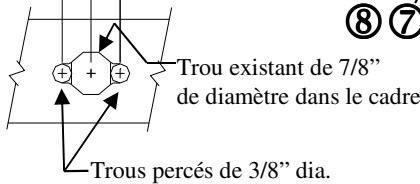

Figure 2
5. Utiliser une perceuse 3/8 po et une lime pour modifier le trou le plus à l'avant de chaque longeron, comme illustré à la figure 2, pour faire passer les espaceurs et les boulons de carrosserie.